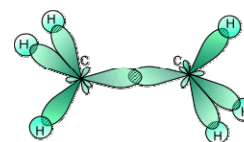

Рисунок 2
- **Модель молекулы этана.** Соберите модель молекулы этана, используя для этого спички и пластилин. Учтите, что в молекуле этана угол между химическими связями C–H составляет $109^{\circ}28'$, а углерод-углеродные связи $L(C-C) = 0,154$ нм. (см. рис. 2).